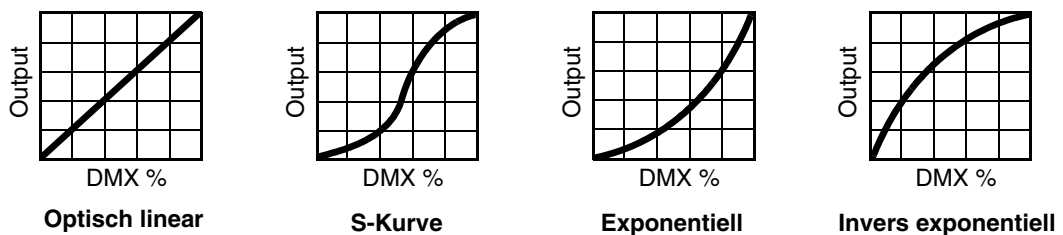

Bild 5: Dimmerkurven
- DIMMER CURVE** stellt vier Dimmerkurven zur Verfügung (siehe Bild 5):